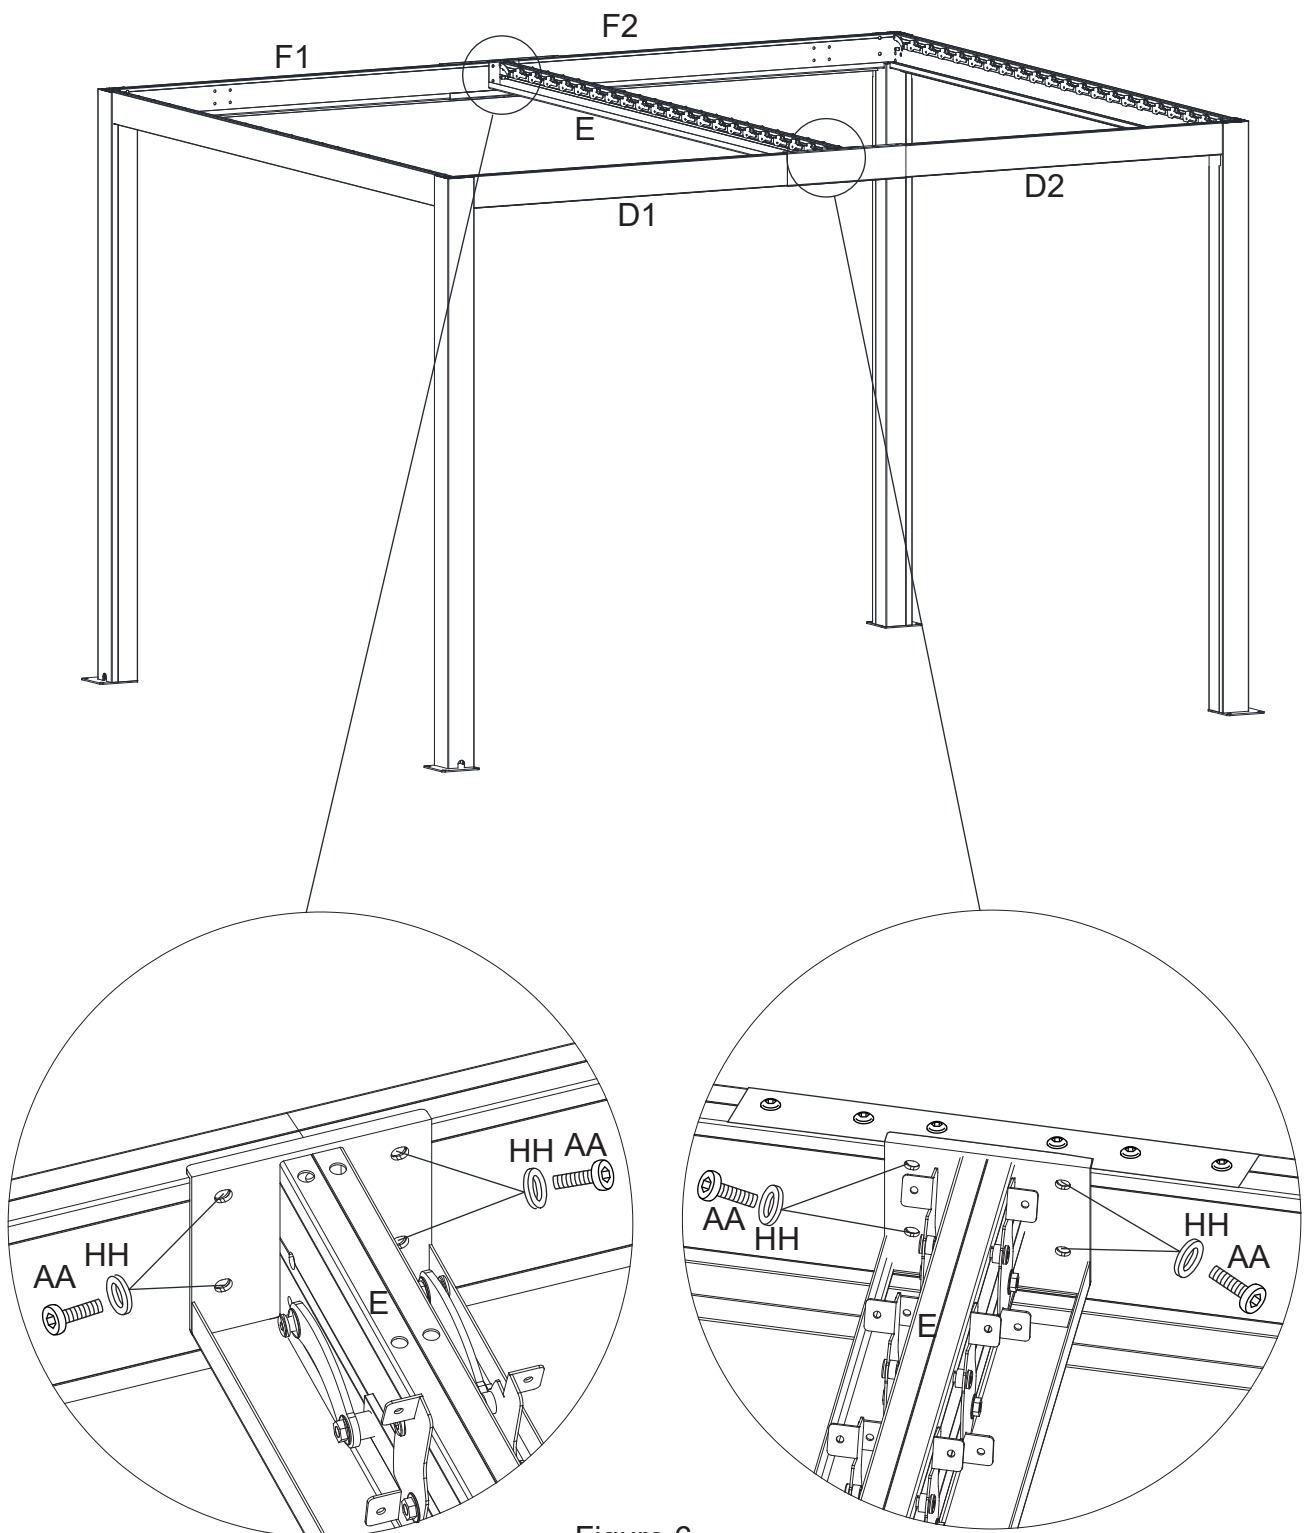

Figure 6
Figure 6. Reliez une extrémité de la traverse centrale (E) aux traverses avant (D1/D2) et l'autre extrémité de la traverse centrale (E) aux traverses arrière (F1/F2), 0α l' aide des boulons (AA) et des rondelles (HH).